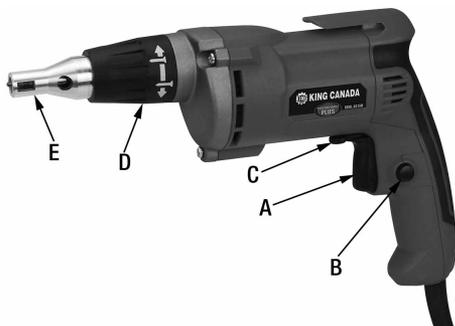

Figure 1
AVERTISSEMENT: Avant de brancher à une source de courant, assurez-vous que la gâchette (A) Fig.1 peut être enfoncée en douceur et reviendra à sa position d'arrêt (Off) lorsque la gâchette est relâchée. Ce Tournevis à Cloisons Sèche est équipé d'un bouton de verrouillage (B), ce qui est pratique lorsqu'un perçage continu pendant de longues périodes est nécessaire.
- Enfoncez la gâchette (A) Fig.1 pour commencer une opération, relâchez la gâchette pour arrêter l'opération.
- Pour une opération continue, enfoncez et retenez la gâchette (A), ensuite appuyez sur le bouton de verrouillage (B) sur le côté de la poignée, ensuite relâchez la gâchette.
La direction de rotation du Tournevis à Cloisons Sèches est contrôlé par un levier de marche avant/recul (C) Fig.1 au-dessus la gâchette.
Ce Tournevis à Cloisons Sèches est entièrement contrôlé par la gâchette à vitesse variable (A) Fig.1, par la quantité de dépression de la gâchette.
Le collier de réglage de la profondeur (D) Fig.1 contrôle la profondeur d'enfoncement de la tête de vis pour cloison sèche dans le matériau, il peut être ajusté à chaque 1/4 de tour, ce qui entraîne un changement de 1/64" de la profondeur.